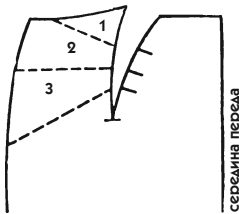

Рис. 617
- Определите направление складок и начертите их (рис. 617).